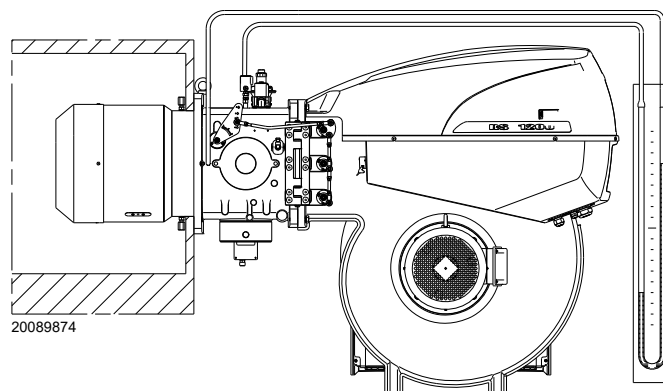

Fig. 26
- Montar un manómetro en U o un manómetro de tipo diferencial (Fig. 26), con toma (+) en la presión del gas del manguito y (-) en la cámara de combustión. Se utiliza para medir la potencia MAX aproximada del quemador.
La llegada de gas al manguito puede observarse en el manómetro en U (Fig. 26 en la pág. 25).